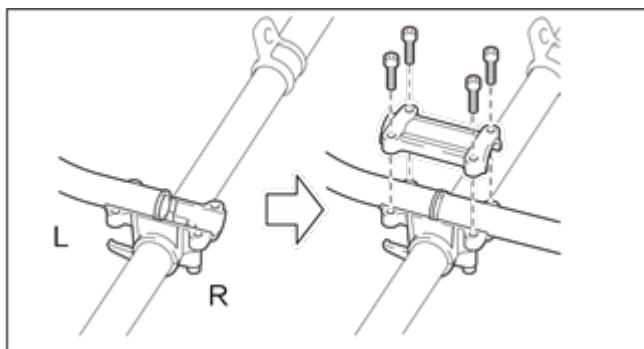

Рисунок 2. Схема встановлення частин руків'я на «штангу» електрокоси.
5.1.2.1 Встановлення руків'я на «штангу» електрокоси (рис. 2).